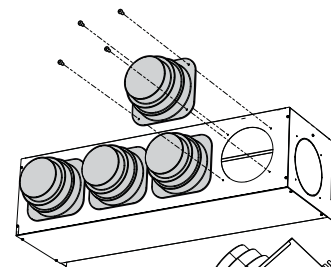

Fig. 1
- Fije las bridas en la cámara de sobrepresión PM\_V con los tornillos autorroscantes suministrados (fig. 1).